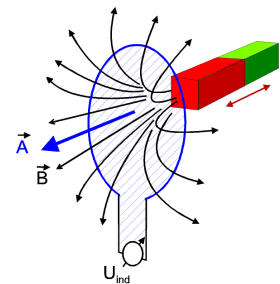

Abb. 1
Für die Beschreibung der faradayschen Induktion benötigen wir die magnetische Feldstärke, genauer die magnetische Flussdichte  $B$ , gemessen in Tesla (T). Die Dichte der  $B$ -Feldlinien ist ein Maß für die Stärke des Magnetfeldes. Treten  $B$ -Feldlinien durch eine Leiterschleife so wird eine elektrische Spannung  $U_{\text{ind}}$  in der Schleife induziert, wenn die Zahl der durch die Fläche der Leiterschleife hindurch tretenden Magnetfeldlinien sich zeitlich ändert (siehe Abb. 1). Ganz wichtig hierbei ist die zeitliche Änderung - ein konstantes Magnetfeld selbst induziert noch keine Spannung! Diese Änderung kann auf verschiedenen Wegen herbeigeführt werden: zum einen kann man die Stärke des  $B$ -Feldes ändern (Magnet verschieben), zum anderen kann man die (effektive) Fläche  $A$  der Leiterschleife ändern (Schleife drehen). Die Flächenform spielt keine Rolle, nur die Zahl der hindurch tretenden  $B$ -Feldlinien.
In Abb. 1 führt die Bewegung des Magneten relativ zur Drahtschleife zu einer Änderung der Zahl der durch die Schleife laufenden Magnetfeldlinien (Prozess 1) und damit zu einer induzierten Spannung. In einem Dynamo wird z.B. die Drahtschleife (Spule) im Feld eines Permanentmagneten gedreht, so dass die Winkeländerung (3) zur Induktion führt. Mit steigender Drehgeschwindigkeit des Dynamos wächst die zeitliche Änderung der von B-Feldlinien durchsetzten Fläche und damit die induzierte Spannung. Die Fahrradlampe leuchtet also heller, wenn ich schneller fahre.
Dies ist schon aus dem Energieerhaltungssatz heraus verständlich: wird der Magnet in Abb. 1 auf die Leiterschleife zu bewegt, so wird in dieser ein Strom induziert und ein Magnetfeld aufgebaut. Die zum Aufbau des Feldes nötige Energie ist die mechanische Energie, die man aufbringen muss, um den Magneten der Schleife zu nähern. Nach der Lenzschen Regel muss das hierbei durch den induzierten Strom erzeugte Magnetfeld der Leiterschleife dem Feld des Stabmagneten entgegengerichtet sein.